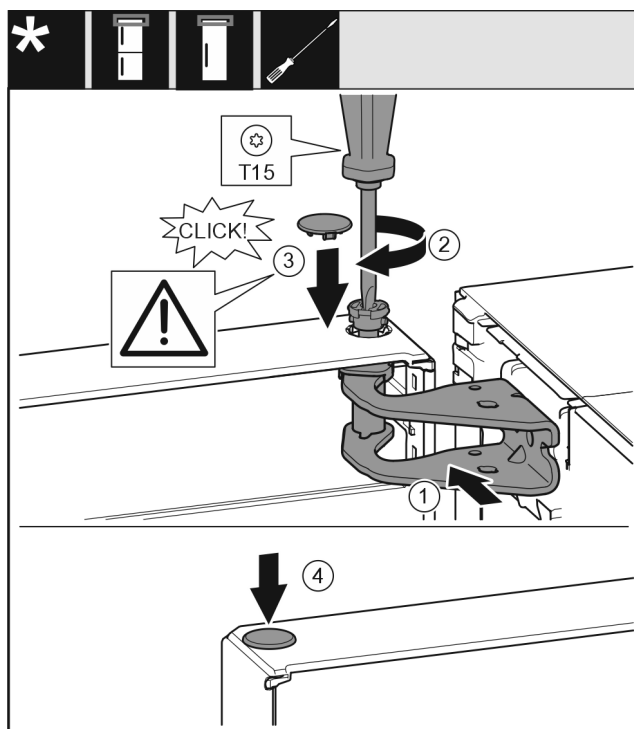

Fig. 20
- Vrata zgoraj naravnajte k odprtini v ležajnem podstavku. Fig. 20 (1)
- Vstavite sornik in ga privijte z izvijačem T15. Fig. 20 (2)
- Montirajte varovalni pokrov za varovanje vrat: Vstavite varovalni pokrov in preverite, če se nalega na vrata. V nasprotnem primeru sornike vstavite v celoti. Fig. 20 (3)
- Vstavite čep. Fig. 20 (4)